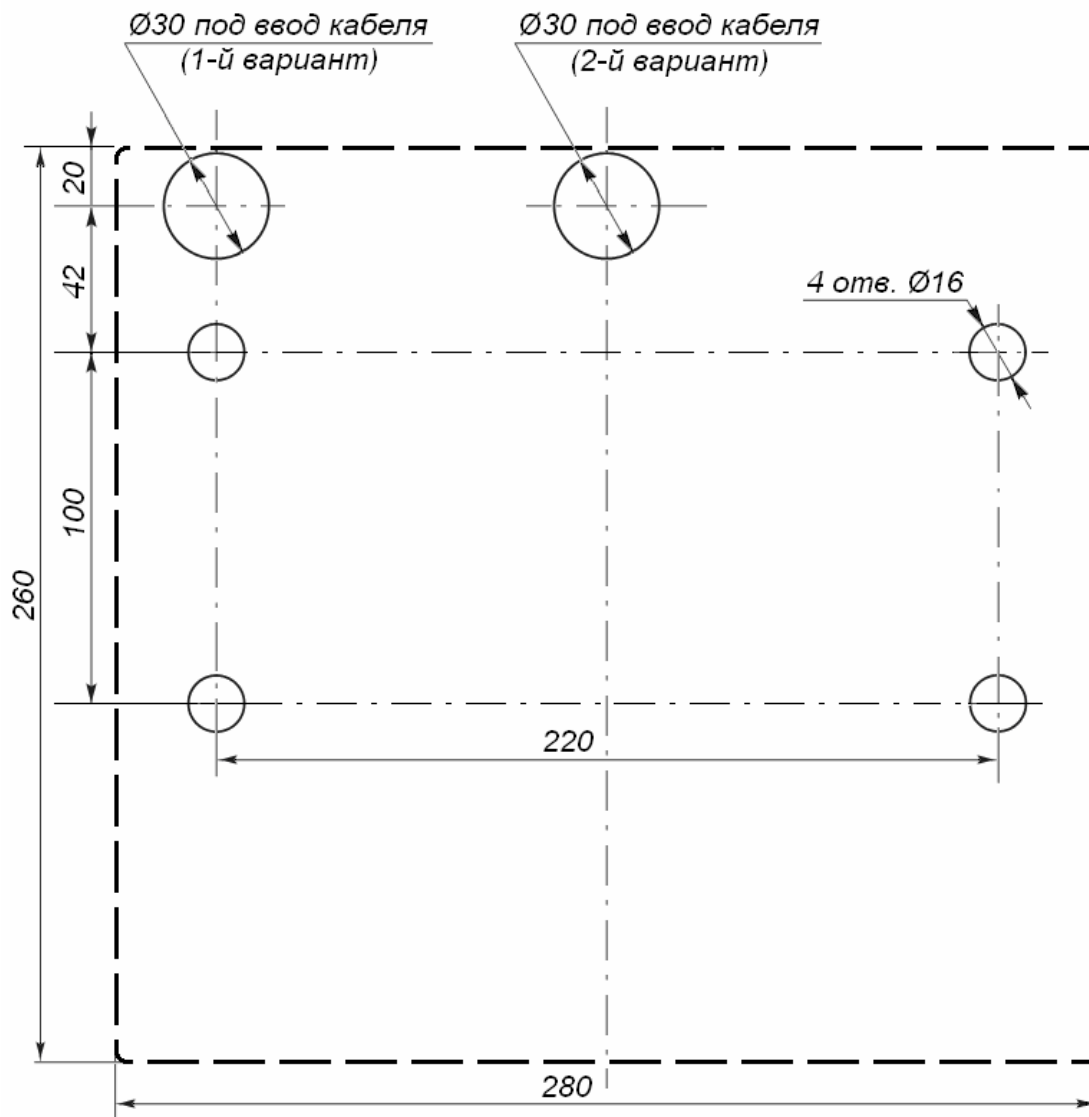

Рисунок 11. Разметка отверстий в полу под крепление стойки турникета и отверстия для ввода кабелей
2. Подготовьте в полу отверстия под гильзы анкеров (13) для крепления стойки турникета (см. рис. 11) и кабельные каналы согласно планировке проходной. При необходимости прокладки кабелей под поверхностью пола подготовьте в полу кабельный канал, подходящий к отверстиям для ввода этих кабелей в стойку турникета (вариант 1 или 2 на рис. 11).